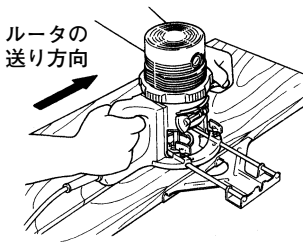

図 8
- ④ 材料にベース下面を密着させ、ガイド面を材料側面に沿わせて、ルータを送ります。(図8)